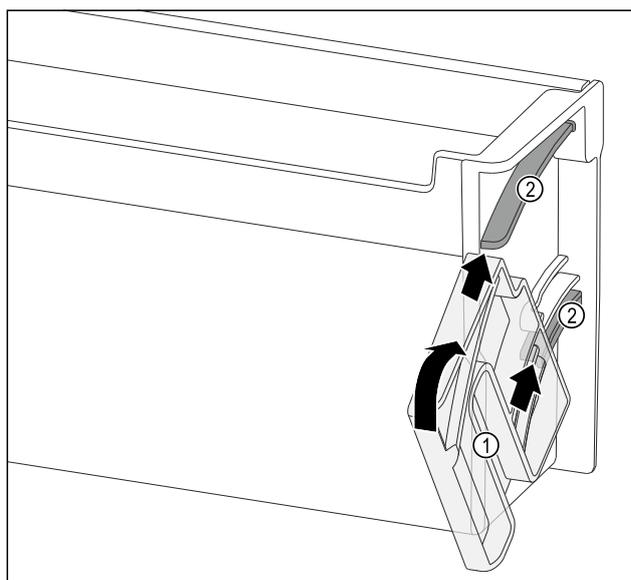

Fig. 100
- ▶ 定位旋转单元 Fig. 100 (1)，使槽正好与门边存放架的导向槽 Fig. 100 (2) 相对。
- ▶ 沿指定方向转动旋转单元 Fig. 100 (1)。